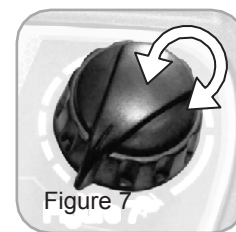

Figure 7
- Le bouton rotatif vous permet de régler la vitesse de votre scooter. (Figure 7)